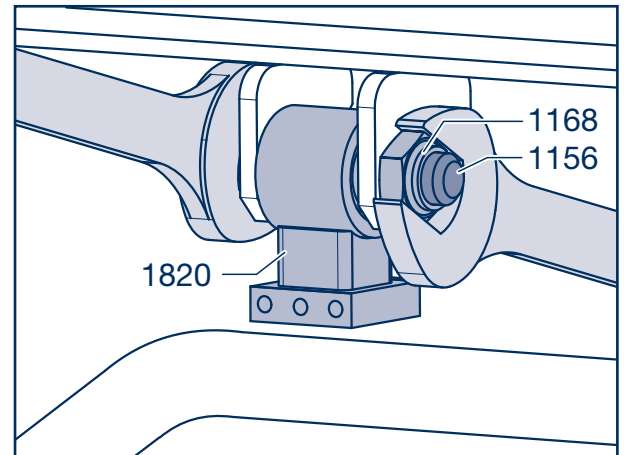

Fig. 4
- [9] Falls abgebaut, Halter (1820) für Bügelstabilisator wieder anbauen (Fig. 4), neue Sicherungsmuttern (1168) von Hand auf die Sechskantschrauben (1156) aufschrauben, nicht festziehen.
- [9] If demounted, refit retainer (1820) for U-stabilizer (Fig. 4) and screw new lock nuts (1168) onto the hexagon screws (1156) by hand. Do not tighten.